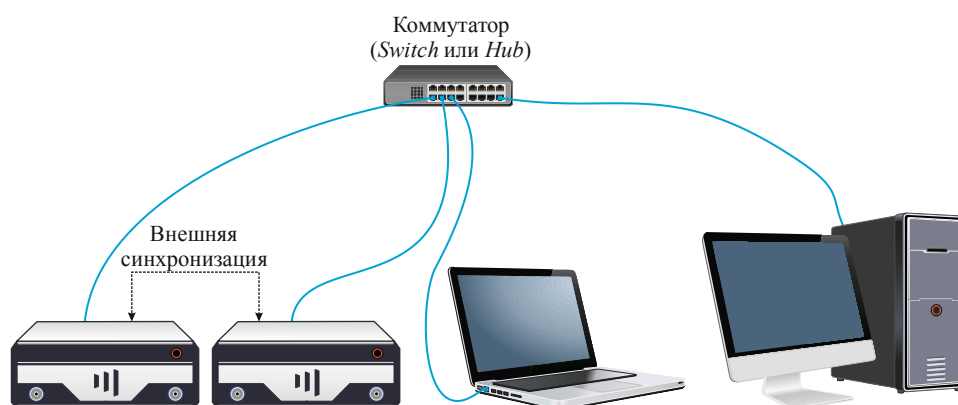

Рисунок 2.7 – Визуализация подключения анализаторов к локальной сети
2.3.1.3.1 В варианте подключения анализатора к локальной сети (рисунок 2.7) анализатором может управлять любой ПК из локальной сети.